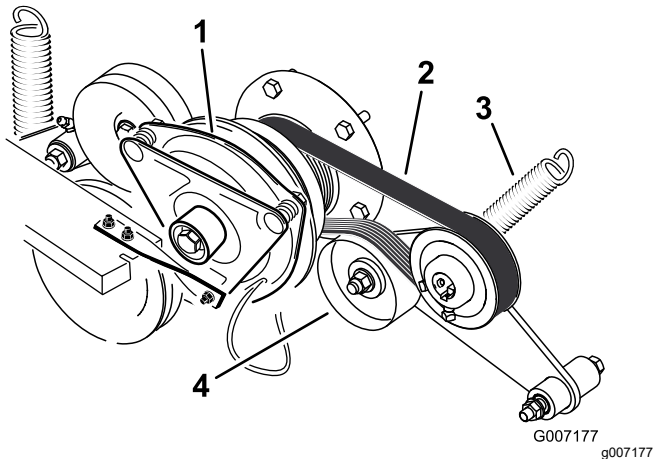

Bild 89
3. Entfernen Sie die Feder vom Spannarm (Bild 89).
4. Legen Sie einen neuen Riemen um die Riemenscheibe des Motors und der Hydraulikpumpe (Bild 89).
6. Haken Sie die Feder wieder in den Spannarm ein (Bild 89).